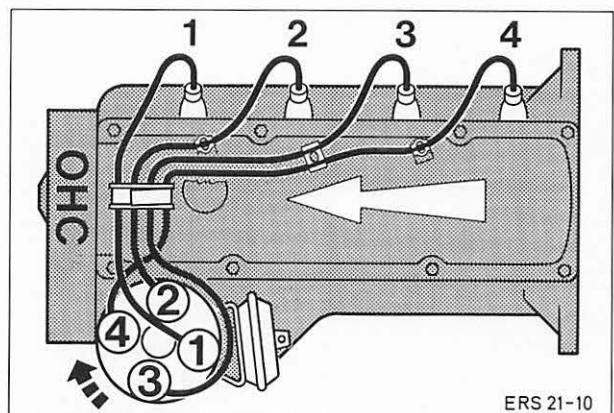

Abb. 242 Zündkabelanordnung (Zündfolge)
5. Zündkabel aufstecken, Abb. 242, und Ansauggeräuschdämpfer montieren.